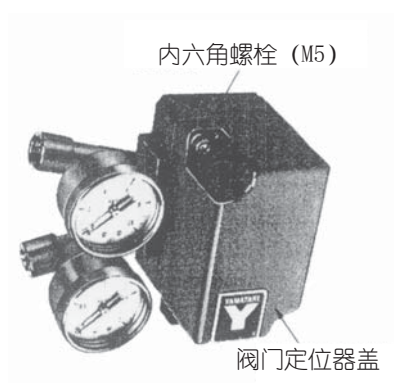

图 4-10
- (1) 拆下阀门定位器的空气配管。
- (2) 用六角扳手 (4mm) 松开 2 个内六角螺栓 (M5)，然后取下阀门定位器盖。(参照图 4-10。)